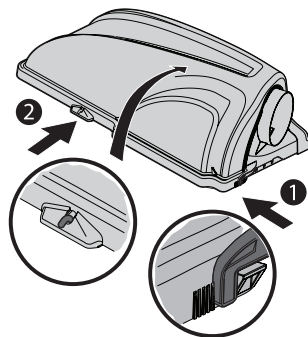

Figure 17
8. Ouvrez le couvercle du bac récupérateur en pressant sur la languette arrière droite avec votre main droite comme indiqué au point (1) et en soulevant le couvercle à partir du milieu avec votre main gauche (2) comme indiqué dans la Figure 17.